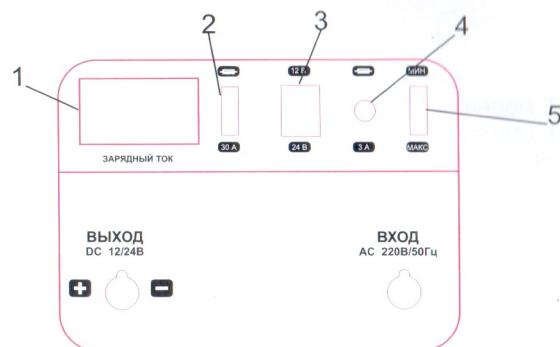

рис. 1
4. Установить значение напряжения зарядки 12 или 24В с помощью трехпозиционного переключателя (рис. 1,2 п.5) на передней панели соответствующее напряжению заряжаемого аккумулятора;